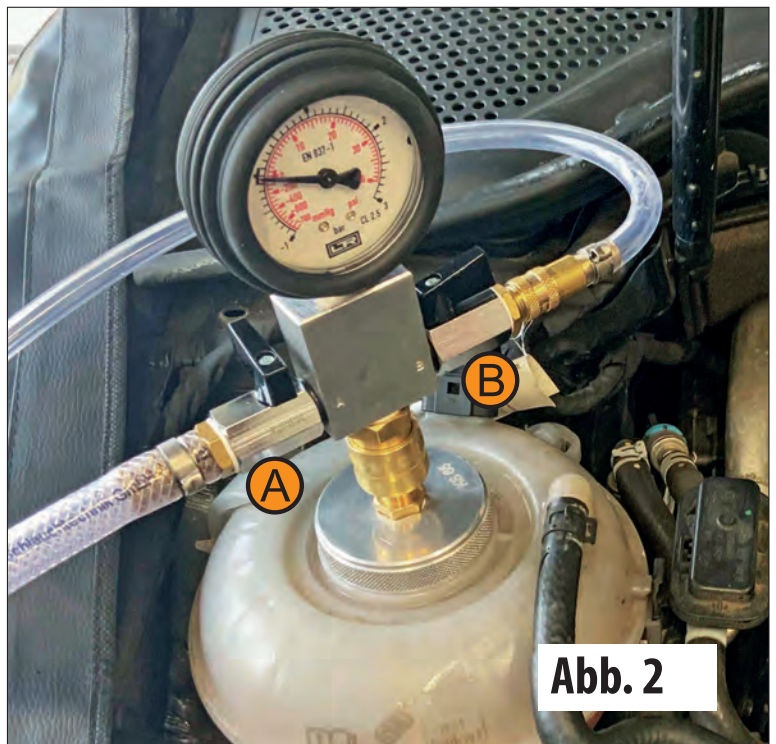

Abb. 2
- Absperrhahn (B) vom Ventilblock (6) öffnen (**Abb. 2**). Im Kühlsystem wird nun ein Vakuum erzeugt. Evakuieren (Vakuum erzeugen) bis ein Vakuum von min. -0,85 bar erreicht ist.
- Absperrhahn (B) am Ventilblock (9) schließen und Druckluftversorgung abkuppeln.
- Venturidüse (10) vom Ventilblock (9) abkuppeln.